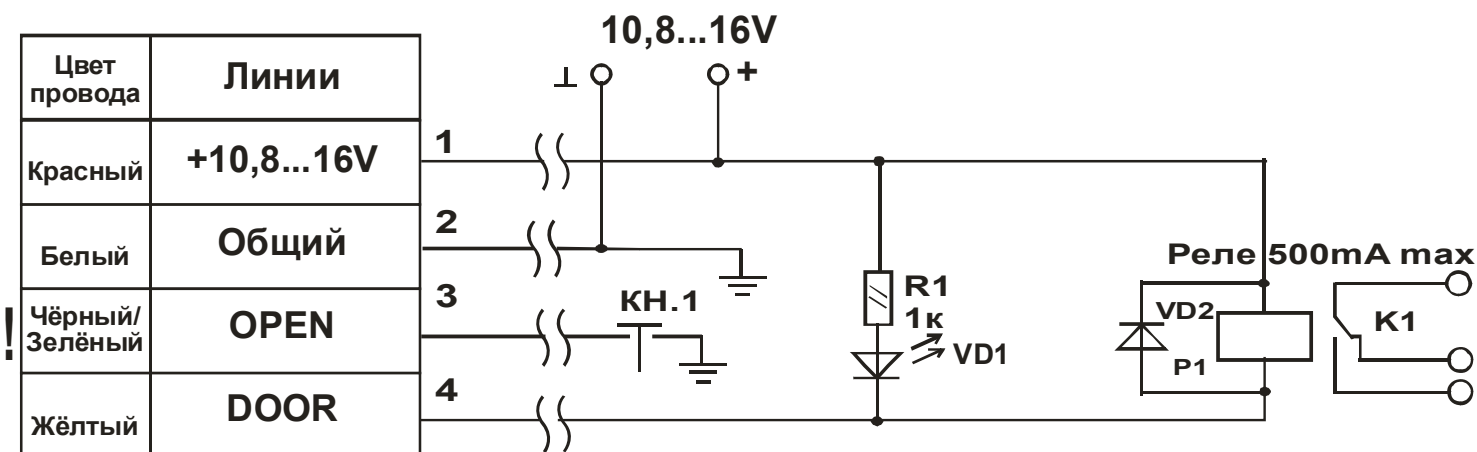

Рис. 1
Замок, установленный в дверь, раму или другое устройство, управляется по проводам внешнего подключения. **Пример подключения** указан на схеме (рис. 1).
- Подключение выводов замка производить согласно (рис. 1).